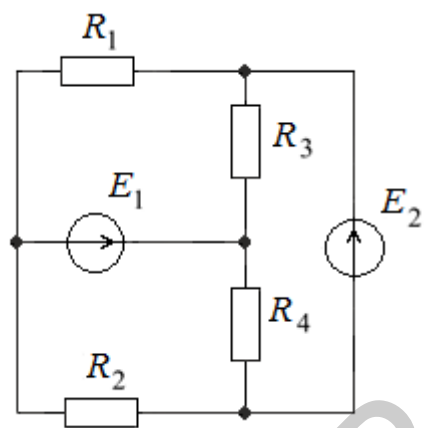

Рис. 120
53. Методом узловых потенциалов определить токи в электрической цепи (рис. 120), если $E_1 = 96$ В; $E_2 = 75$ В; $R_1 = 3$ Ом; $R_2 = 6$ Ом; $R_3 = 15$ Ом; $R_4 = 10$ Ом.